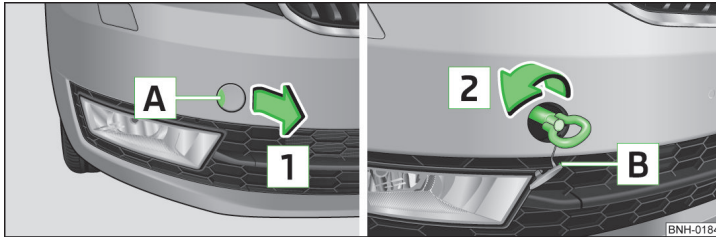

Abb. 136 Ausbau der Abdeckkappe / Einbau der Abschleppöse
- Auf die Abdeckkappe im Bereich **A** » Abb. 136 drücken.
- Die Abschleppöse von Hand in Pfeilrichtung **2** » Abb. 136 bis zum Anschlag einschrauben » **!**.